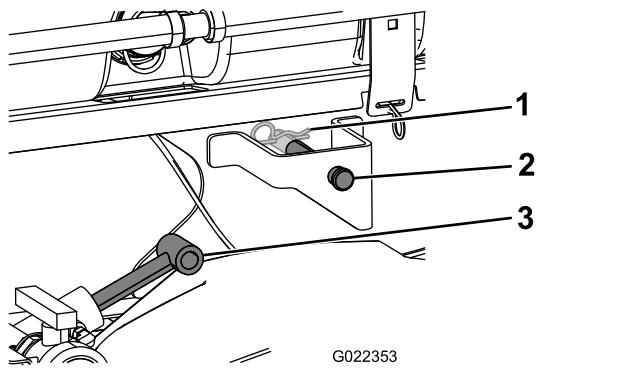

Bild 9
3. Fahren Sie die Hubzylinder bis zu den Halterungen am Behältergestell aus und fluchten Sie die Zylinderbefestigungen mit den Löchern in den Halterungen des Behältergestells aus (**Bild 9**).